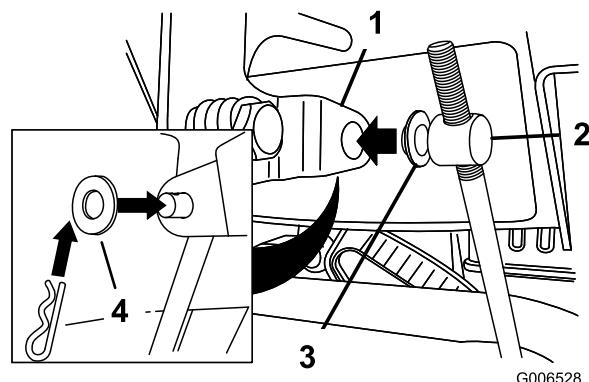

Figura 11
3. Retire o contrapino e a anilha externa do eixo na extremidade superior da barra de controlo de velocidade (Figura 11).
**Nota:** Para facilitar a instalação, deixe a anilha plana no eixo (Figura 11).
6. Eleve a barra de controlo de velocidade e insira o eixo no furo na alavanca do selector de velocidade (Figura 11).
- B. Desligue o eixo da alavanca do selector de velocidade (Figura 11).
- C. Rode o eixo para baixo (no sentido dos ponteiros do relógio) na barra de controlo da velocidade (Figura 11).
- D. Ligue o eixo à alavanca do selector de velocidade (Figura 11).
- C. Rode o eixo para cima (no sentido contrário ao dos ponteiros do relógio) na barra de controlo da velocidade (Figura 11).